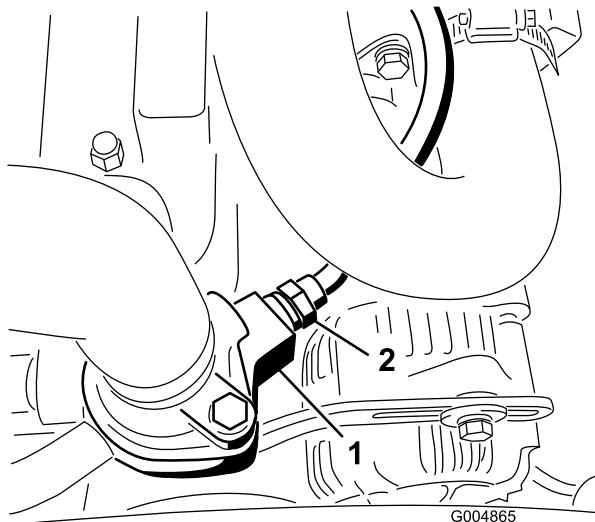

Bild 17
- Schließen Sie das Kabel ab und nehmen Sie den Schalter aus der rechten Seite des Motorthermostatgehäuses (Bild 17).